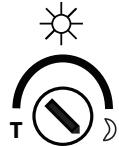

Fig. 7
1. Gire la perilla de control de luz hacia la derecha hasta el símbolo de luna (posición de anochecer) (Fig. 7).